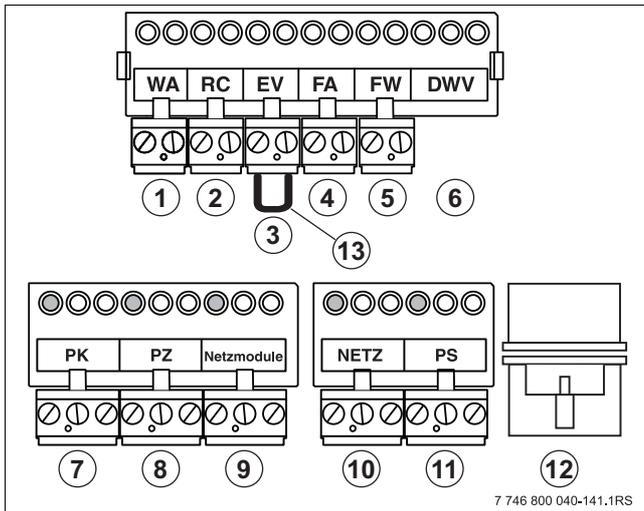
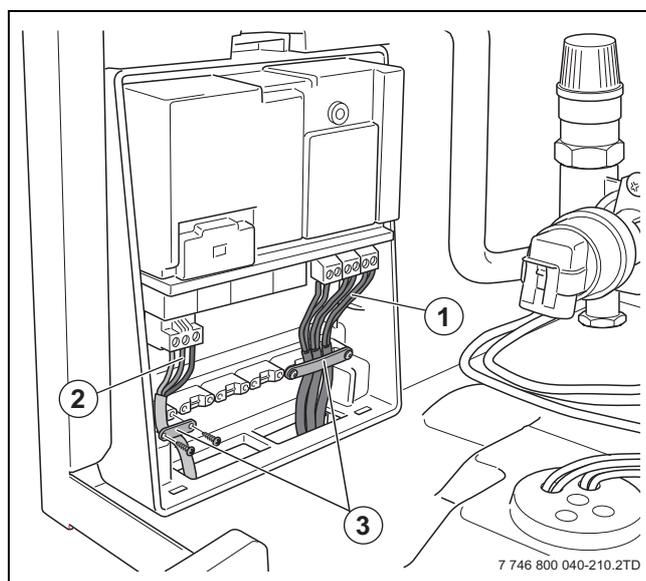

Bild 32 Klemmenkasten und Klemmleiste
Bild 38 Modul anschließen
- ▶ Bedieneinheit der Logamatic RC-Serie an die orangene Anschlussklemme RC (→ Bild 32, [2]) anschließen. Hierzu ein 2-adriges Stromkabel von jeweils 0,4 bis 0,75 mm2 verwenden.
- ▶ Regelgeräte an die orange Anschlussklemme RC (→ Bild 32, [2]) anschließen. Hierzu ein 2-adriges Stromkabel von jeweils 0,4 bis 0,75 mm2 verwenden.
- ▶ Das freie 230 VAC-Netzkabel an das Funktionsmodul anschließen (→ Bild 32, [9] und Bild 38, [3]). Wenn mehrere Funktionsmodule verwendet werden, kann die 230 VAC Versorgung des zweiten Moduls vom ersten Modul abgezweigt werden. Das mit dem Funktionsmodul gelieferte Kabel (→ Bild 1, [8], Seite 4) verwenden.
- ▶ Kabel mit Kabelsicherungen (→ Bild 38, [3]) festschrauben.